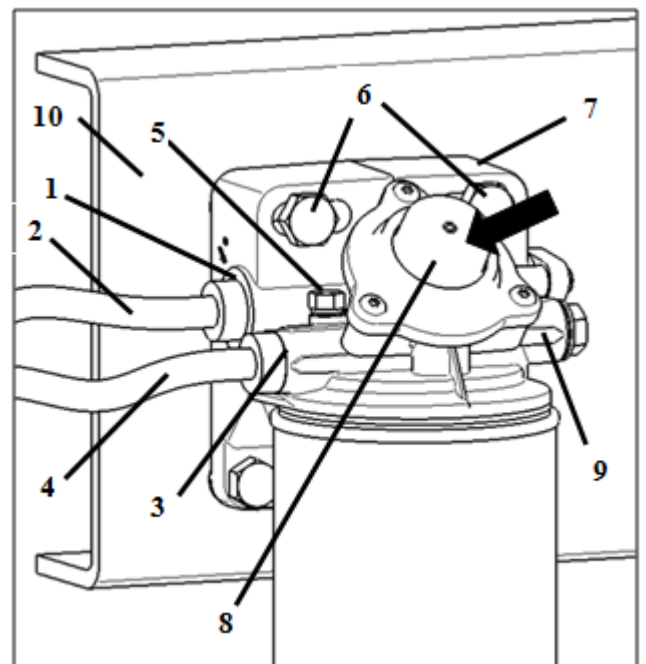

Bild 3 Montage
- Geeignete Stelle an Fahrzeugrahmen (Pos.10, Bild 3) auswählen (beachten Sie die Hinweise in Kap. 4.1).
- Montageflansch (Pos.7, Bild 3) am Rahmen (Pos.10, Bild 3) mit zwei Schrauben (Pos.6, Bild 3; M 12 - 8.8) und Scheiben (12,5 - ISO 7090) befestigen ($Ma = 60 \pm 5 \text{ Nm}$).
- Abdeckkappen an Eintritt (Pos. 1, Bild 3) und Austritt (Pos. 3, Bild 3) entfernen.
- Kraftstoffleitungen (Pos.2 und 4, Bild 3) an Eintritt (Pos.1, Bild 3, Gewinde M18 x 1,5) und Austritt (Pos. 3 bzw. 9, Bild 3, Gewinde M18 x 1,5) anschließen.
- Entlüftungsschraube SW 12 (Pos.5, Bild 3) aufdrehen.
- Handpumpe (Pos. 8, Bild 3) betätigen um Kraftstoff anzusaugen.